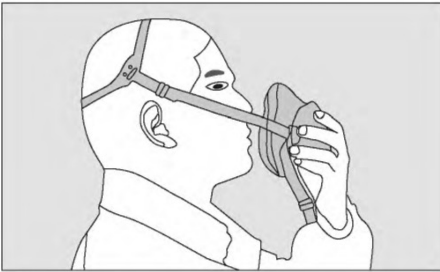

Abbildung 1
- 1) Setzen Sie das obere Kopfband auf den Kopf (Abbildung 1) .